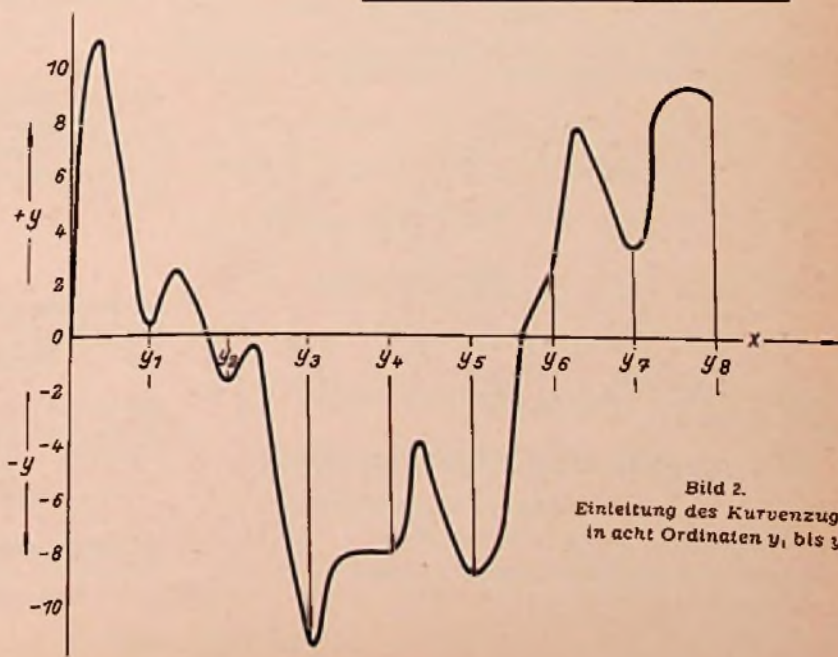

Bild 2. Einteilung des Kurvenzuges in acht Ordinaten y_1 bis y_8
Die Aufgabe besteht also darin, die Koeffizienten $a_0, a_1, a_2, a_3, \dots, b_1, b_2, b_3, \dots$ zu bestimmen. Setzt man diese Koeffizienten in die Gleichung (1) ein, so soll der Kurvenverlauf der so gebildeten Funktion dem gegebenen Kurvenzug (Bild 2) möglichst getreu entsprechen.